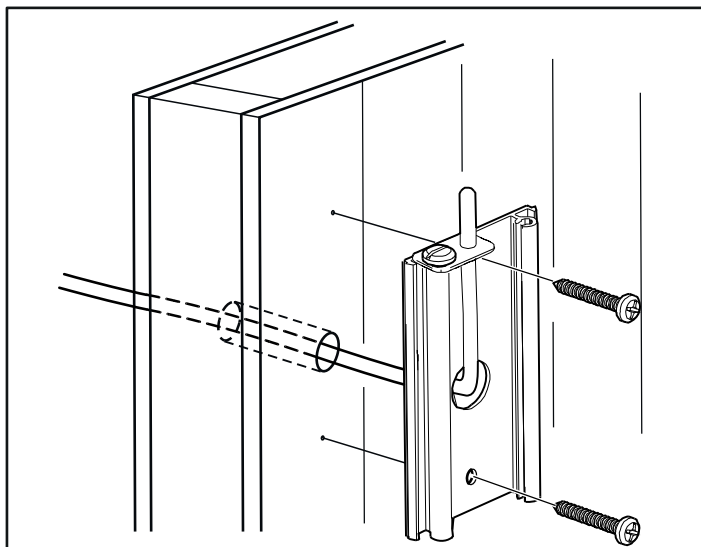

Rysunek 14. Wkręt ustalający wspornik
12. Unieruchom piec za pomocą wkrętu ustalającego (patrz rys. 14).